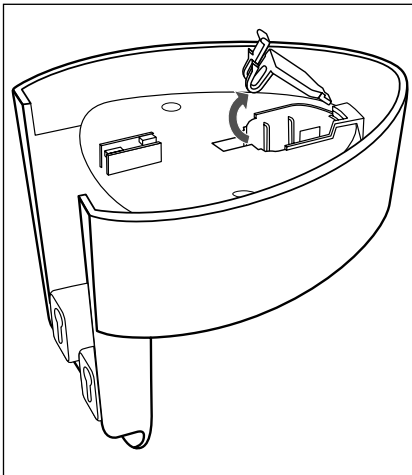

Fig. 1
- Åbn den lille afdækning (fig. 1).